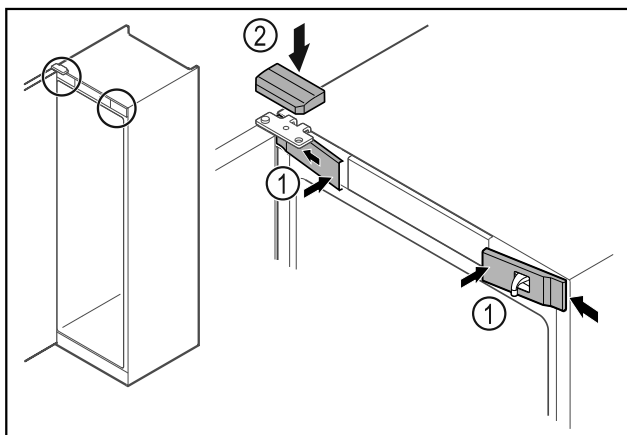

Fig. 52
- Přední kryty Fig. 52 (1) bočně zahákněte a zaklapněte.
- Horní kryt Fig. 52 (2) shora zaklapněte.